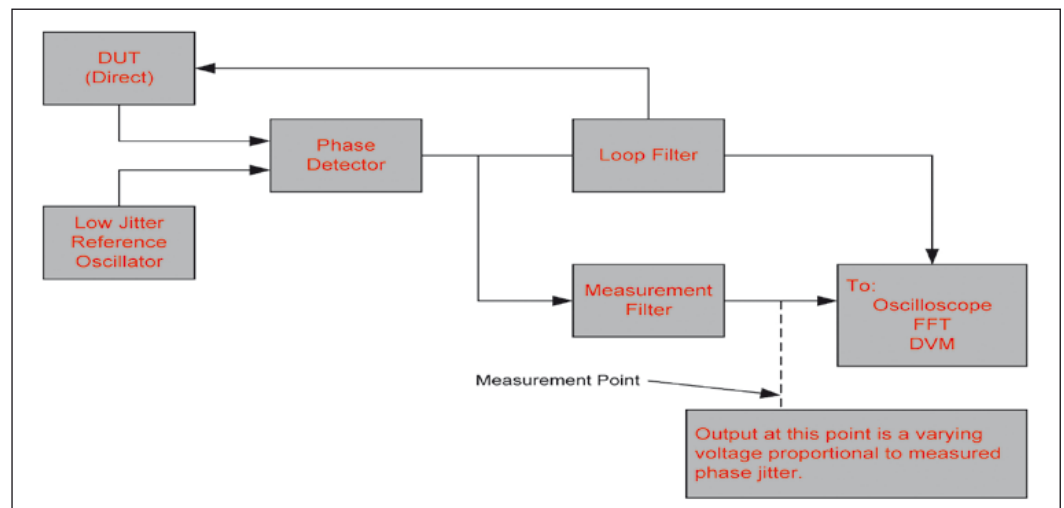

Bild 5: Grundelemente einer Phasenregelschleife (PLL)
Bild 5 zeigt die Grundelemente einer Phasenregelschleife (PLL), um das Rauschen einer Taktquelle zu bestimmen. Einige Schlüsselanforderungen an die Regelschleife:
- Im Zeitbereich enthält das Ausgangssignal des Phasendetektors in Bild 5 eine Fülle von Informationen über den Jitter des gemessenen Taktsignals. Die direkte Betrachtung des Signals mit einem Oszilloskop zeigt den Pk-Pk Jitter. Ein RMS-Voltmeter kann den RMS-Mittelwert des Jitters (1-sigma) messen. Für diese Messungen ist es wichtig, dass die verwendeten Messfilter die interessierende Bandbreite der Jitter-Frequenzen richtig wiedergeben. Es würde keinen Sinn machen, Rauschen von DC bis 10 MHz zu messen, wenn nur eine Bandbreite von 10 kHz bis 1 MHz gefordert ist. Oszilloskope mit der Möglichkeit, Histogramme darzustellen und statistischen Funktionen sind sehr nützliche
- Im Frequenzbereich repräsentiert das Spektrum des Ausgangssignals des Phasendetektors in Bild 5 auch das Spektrum und die relative Amplitude des Jitters im Frequenzbereich. Untersucht man das Spektrum mit einem FFT-Analyser, erhält man das unmittelbarste Bild der spektralen Auswirkung des Takt-Jitters. Integriert man das Signal-Jitter-Spektrum über den interessierenden Frequenzbereich, ist es möglich, den RMS-Jitter des Signals abzuleiten. Dies ist das genaueste und leider aber auch umständlichste Verfahren zur Charakterisierung von Jitter, das obendrein noch spezielle Testgeräte erfordert. Ein Zahlenbeispiel ist unten dargestellt.